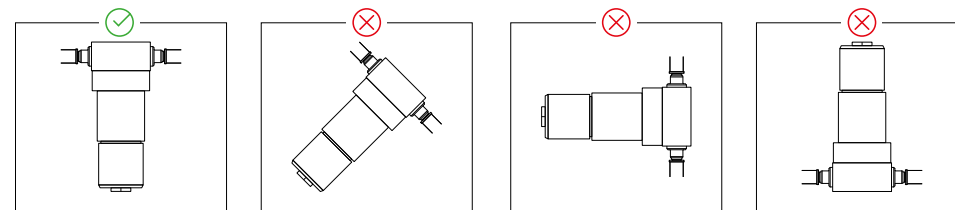

Abb. 9 - 12: Einbauposition Wasserabscheider
3. Stellen Sie sicher, dass der Filter in vertikaler Position montiert ist. Installieren Sie den Filter nicht kopfüber oder schräg (Abb. 9 - 12).